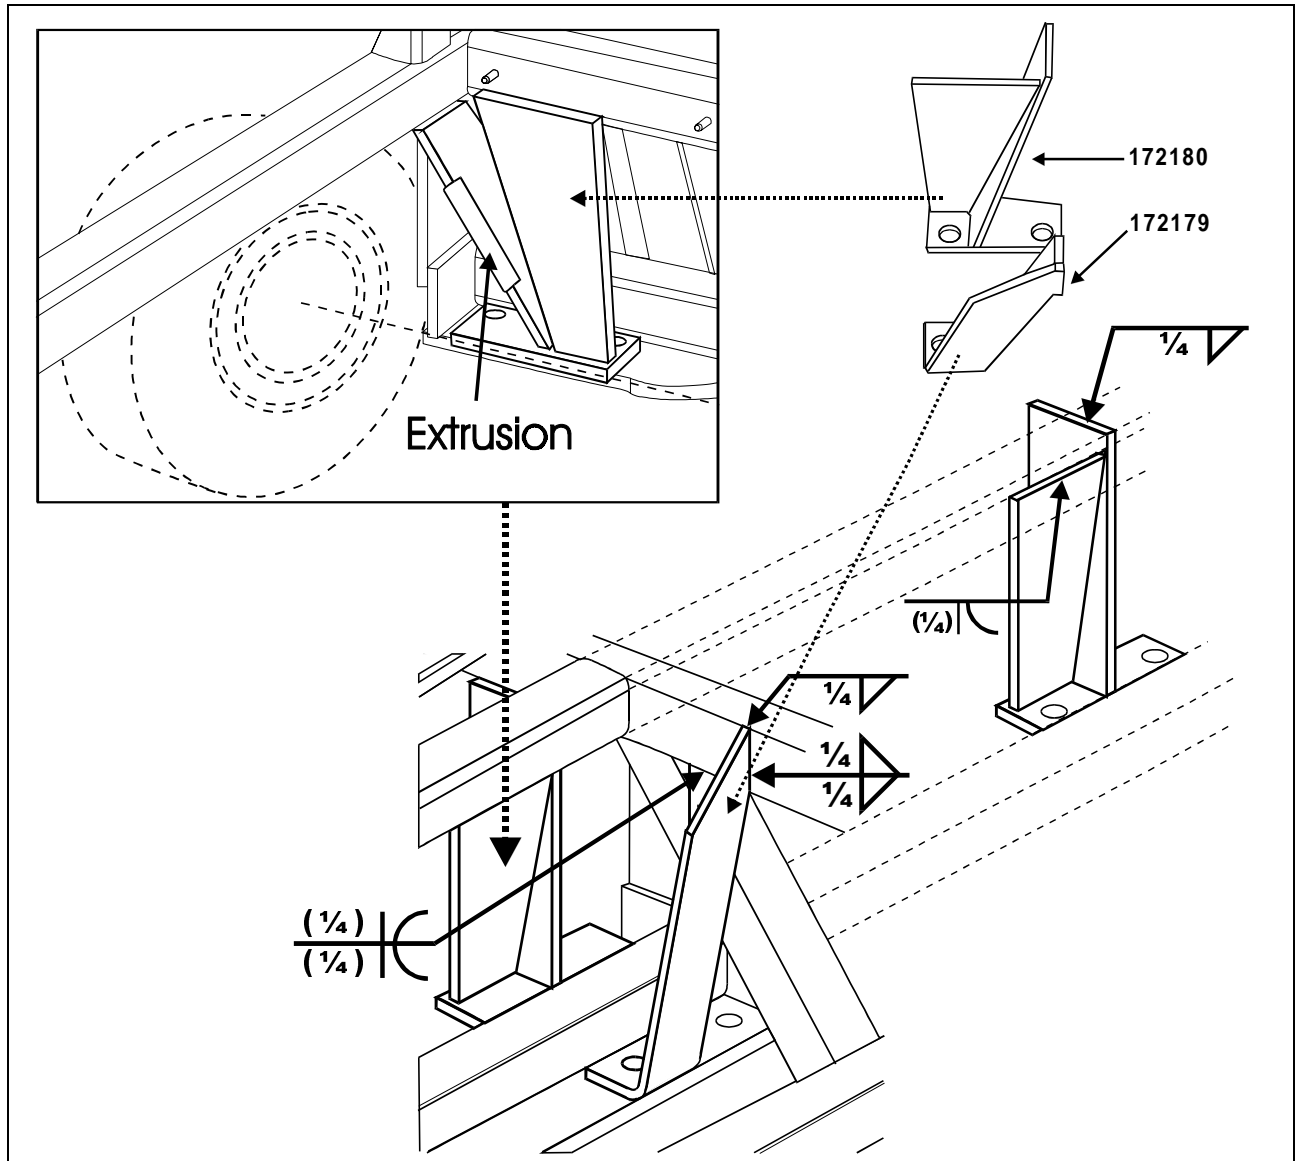

FIGURE 1: EMBLACEMENT DES RENFORTS SUR LA STRUCTURE SITUÉE À L'ARRIÈRE DE LA ROUE AVANT GAUCHE
**Remarque:** Les renforts sont installés sur la structure de la suspension indépendante juste derrière la roue avant gauche (Fig. 1).
3. Souder le renfort tel qu'indiqué sur la figure 1.
5. Souder le renfort tel qu'indiquer sur la figure 1.